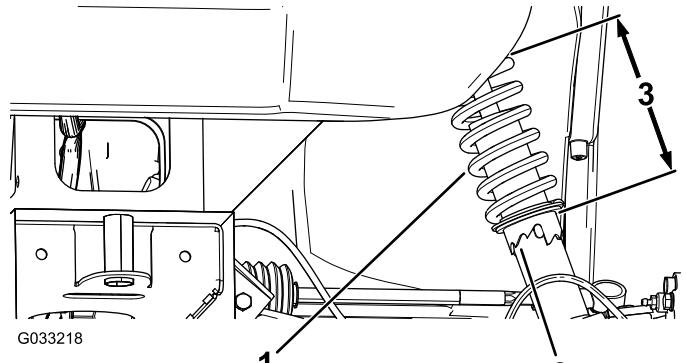

图 48
2. 如果车轮外倾角没有对齐请使用活络扳手将减震器上的锁止环旋转以对齐车轮 图 48。